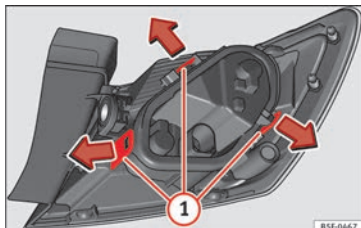

Fig. 113 Lengüetas de fijación en la parte posterior de la unidad de luz trasera.
- Desmonte el portalámparas »» **fig. 113** desbloqueando las lengüetas de fijación ①.